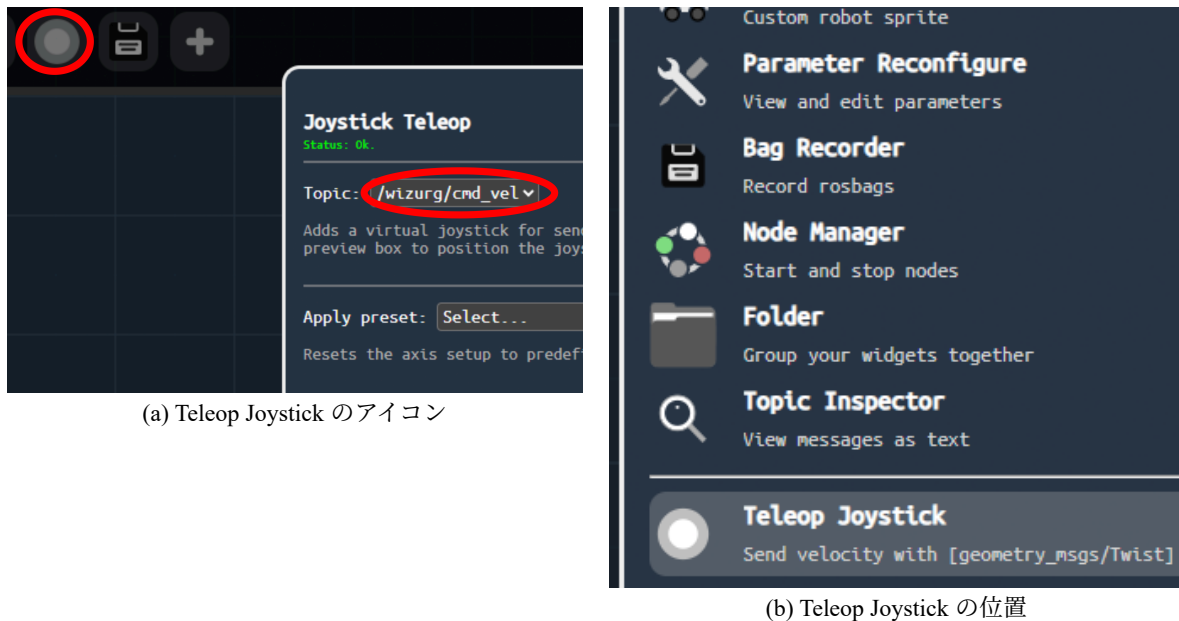

図 14: バーチャルジョイスティックの設定方法
- 図 14 (a) のバーチャルジョイスティックのアイコンを選択して、ロボットの速度トピック名を選択して、Vizanti に戻ると、バーチャルジョイスティックが rostopic をパブリッシュします。速度の機構のいくつかに対応しています。ロボットの足回りに合わせて Apply preset を選択し、加速度、速度の上限・下限を調整して下さい。